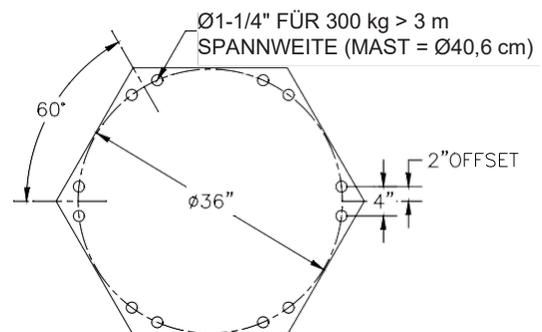

Abb. 3E. Sockelbolzenmuster mit 12 Bolzen.
A) Gießen Sie das Fundament entsprechend den Fundamentabmessungen in den **Abb. 3E** und **3F** mit eingebetteten Ankerbolzen (J-Bolzen). Die Ankerbolzen sollten 12 bis 15 cm über dem Bodenniveau vorstehen.